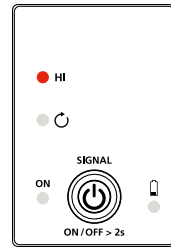

Figura 3.1d: Indicador del transmisor que muestra la señal en el modo HIGH (ALTO)
3. El modo de señal HIGH (ALTO) se activa de forma automática cuando se enciende el transmisor. La pantalla aparecerá como se muestra en la Figura 3.1d.